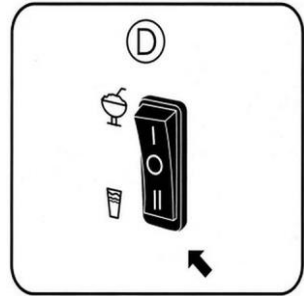

Fig.5
Den venstre beholder er dog til kolde drikke. For at tilberede en kold drik i denne beholder skal du indstille kontakten (D) til "Køling" position, som vist i fig. 5.